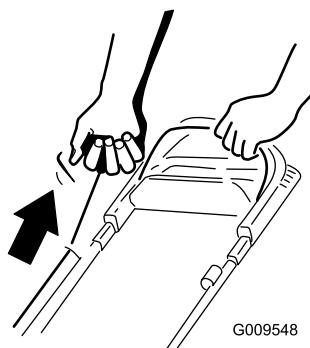

Figura 17
- Tire de la cuerda de arranque (Figura 17).
Nota: Cuando tire del arrancador de retroceso, tire suavemente hasta que note resistencia; luego tire con fuerza (Figura 17). Deje que la cuerda vuelva lentamente al manillar.